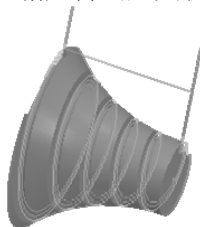

图 4-61 生成刀具轨迹
3) 单击拾取加工侧边方向，系统开始计算，稍后得出刀具轨迹如图 4-61 所示。